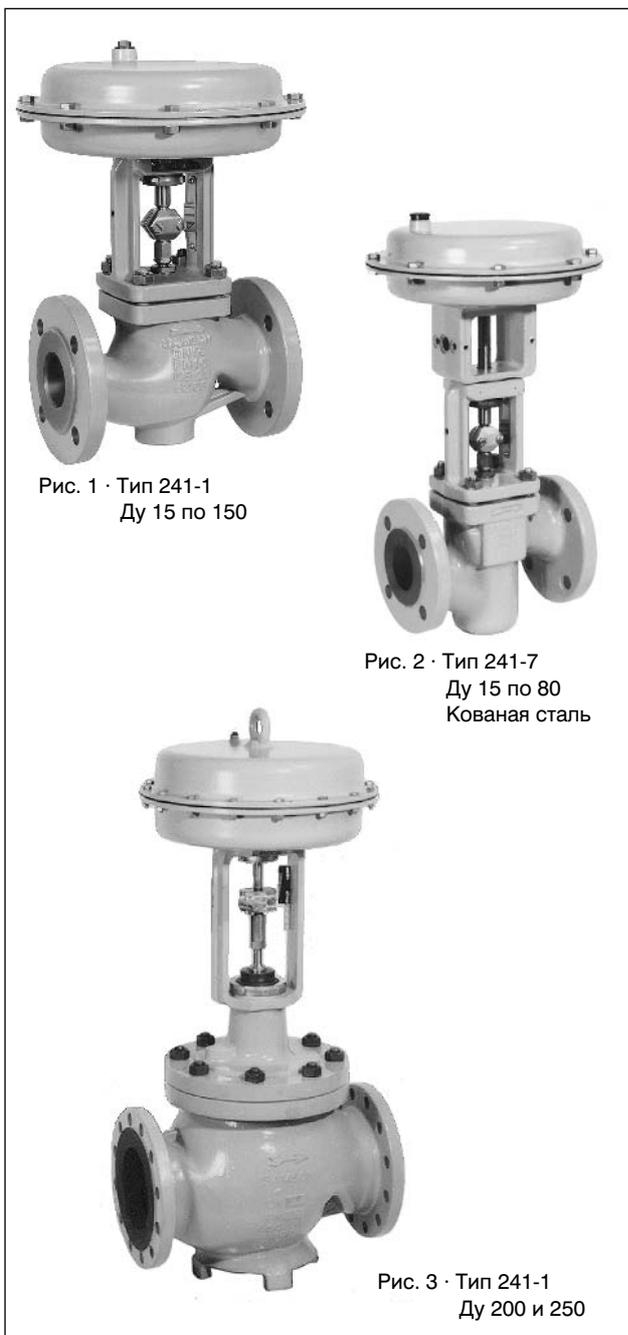

Рис. 1 · Тип 241-1
- **тип 241-1** (рис. 1 и 3) · Ду 15 ... 250 с исполнительным приводом тип 271 (см. типовой лист Т 8310)